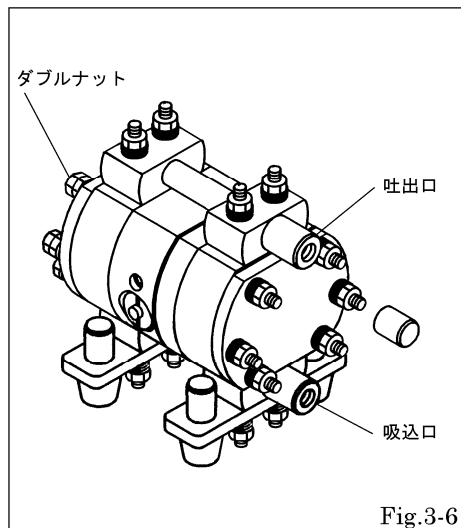

Fig.3-6
- 横側のキャップを全て取外す。(左右6個毎) [Fig.3-6]